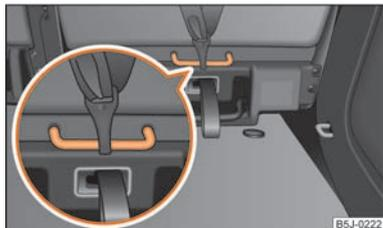

Abb. 112 Rücksitz: Top Tether
⇒ Abb. 112.
- Befestigen Sie die Kindersitze mit dem „Top Tether“-System nur an den dafür vorgesehenen Stellen ⇒ Abb. 112.